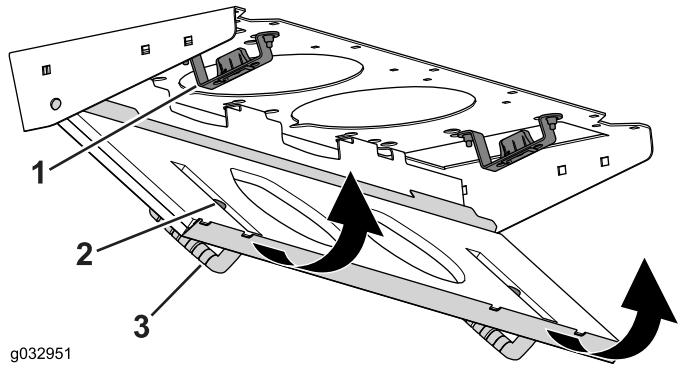

Bild 61
- Drehen Sie den Filterschirm um die Laschen, bis der Riegel in die Riegelhalterung (Bild 61) einrastet.